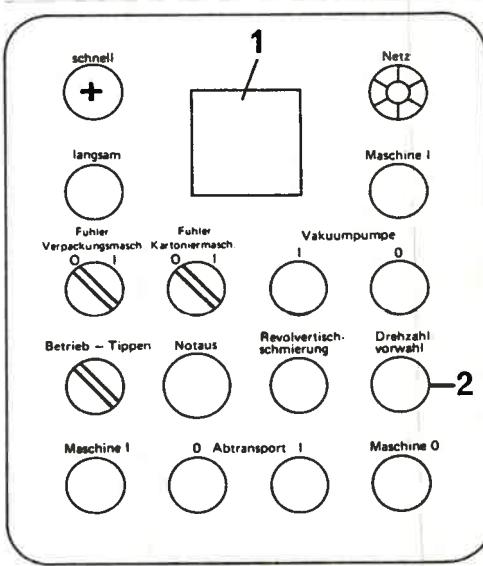

Bild 187
2. Durch Betätigung des Tasters „schnell“ (Bild 187) Zeiger der Anzeige (Päckchen pro Minute) (Bild 187/1) bis zur gewünschten Päckchenzahl pro Minute hochfahren, dann Taster loslassen.
3. Wird bei laufender Maschine der Taster „Drehzahlvorwahl“ (Bild 187/2) betätigt, läuft die Maschine auf die eingestellte Drehzahl hoch.